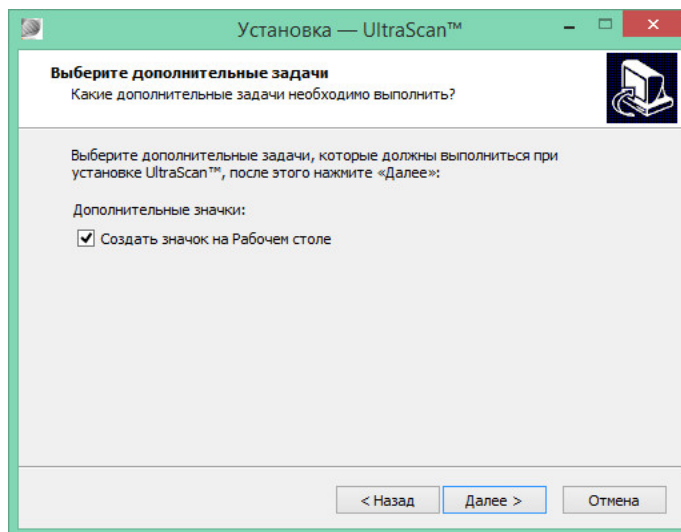

Рисунок 5
3.2.8 На следующем этапе установки в окне (рисунок 5) пользователь может создать значок программы на «Рабочем столе» для быстрой загрузки и следом кликнуть по кнопке «Далее».